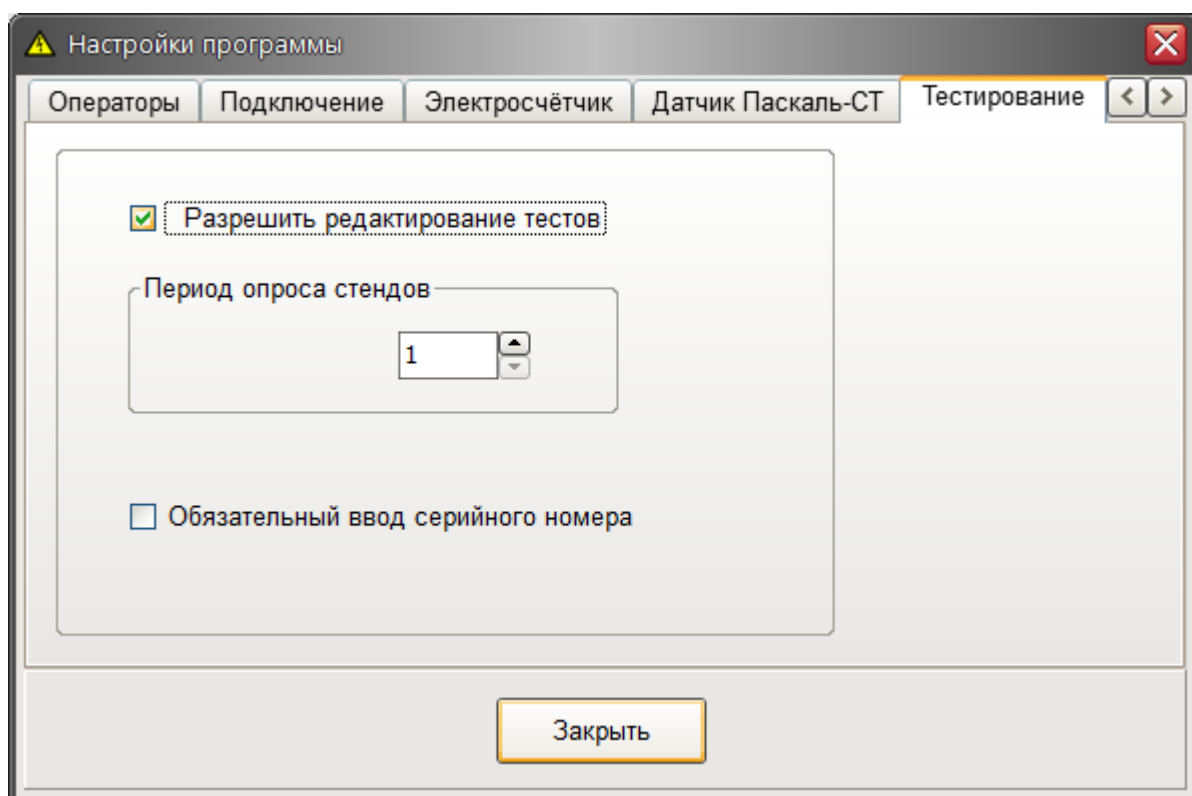

Рисунок 11 – Ввод периода опроса шкафа СЭБ-2
10. На вкладке «Тестирование» (рисунок 11) указать период считывания программой информации со стенда в секундах (типовое 2 с).